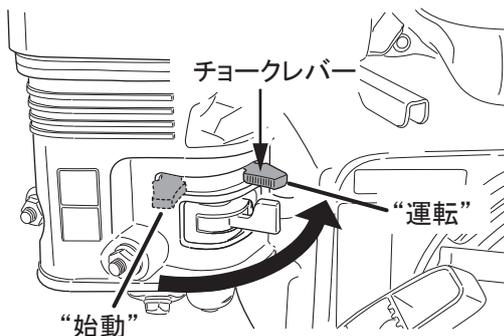

図 16
6. チョークレバーを”始動”にしている場合は、エンジン回転が安定することを確認しながら徐々に”運転”の位置に戻します。(図16)